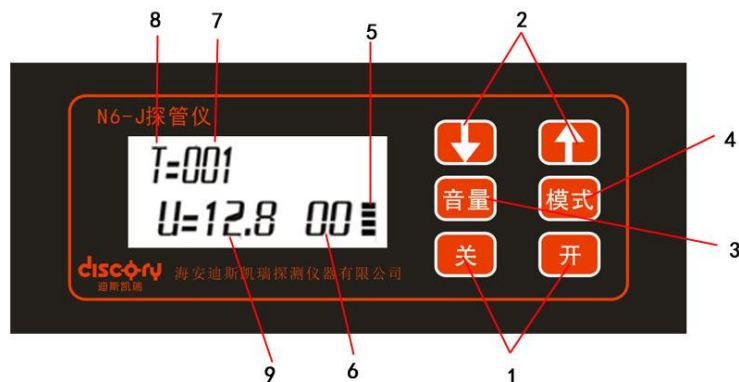

图 2 探管仪面板示意图
2、探管仪：探管仪和探头配合使用，用于探测管道的位置、走向、深度，评估防腐层绝缘电阻。其功能示意如图 2 所示。